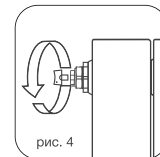

рис. 4
- 8.4. Для удаления воздуха из радиатора в верхний коллектор обязательна установка крана Маевского\* или автоматического воздухоотводчика. Для удаления воздуха через кран Маевского необходимо периодически (несколько раз в год) вручную стравливать его с помощью специального ключа\* (рис. 4)